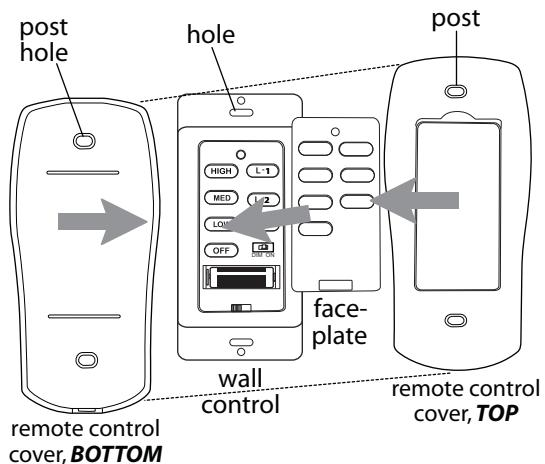

Fig. 8
- E. Attach **black faceplate** to front of wall control; press down firmly. (See Fig. 8)
- F. Align holes in wall control with posts located on inside of TOP part of remote control cover and press together firmly. Place wall control into BOTTOM part of remote control cover, aligning posts in top of remote control cover with post holes in the bottom. (**NOTE:** Make sure to align narrower ends of remote control cover before closing.) Squeeze top and bottom of remote control cover together until you hear a click at each end, indicating that the remote control cover has closed completely. (See Fig. 8)
- E. Fijar la **tapa negra** a la parte delantera del control de pared; apretar la tapa fijamente. (Ver la Fig. 8)
- F. Alinear los agujeros en el control de pared con los postes que se encuentran adentro de la parte **SUPERIOR** de la cubierta del control remoto y apretar fijamente. Colocar el control de pared dentro de la parte **INFERIOR** de la cubierta del control remoto, alineando los postes en la parte superior de la cubierta del control remoto con los agujeros para los postes en la parte inferior. (**NOTA:** Asegurarse de alinear los extremos más angostos de la cubierta del control remoto antes de cerrarla.) Apretar la parte superior e inferior de la cubierta del control remoto hasta que se oiga un "clic" en cada extremo, lo cual indicará que se haya cerrado completamente la cubierta del control remoto. (Ver la Fig. 8)